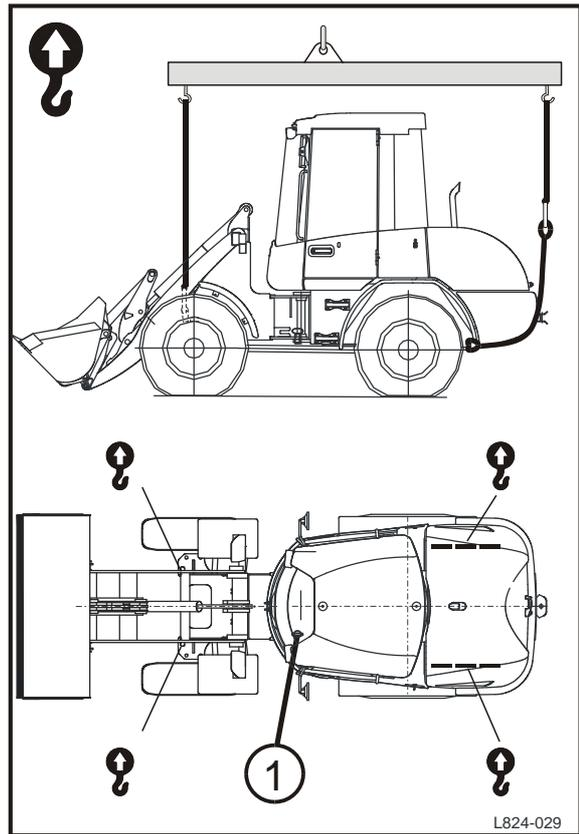

Fig. 29 Manutention par grue
- Lever correctement la machine à l'aide de l'engin de levage aux points marqués prescrits (fig. 29).